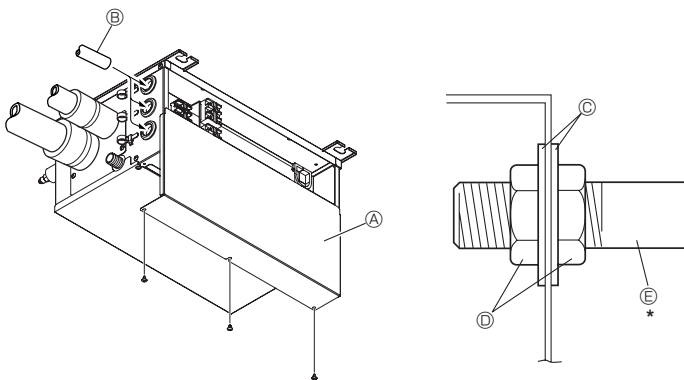

Fig. 9-4
9.1. When using wiring conduit (Fig. 9-4)